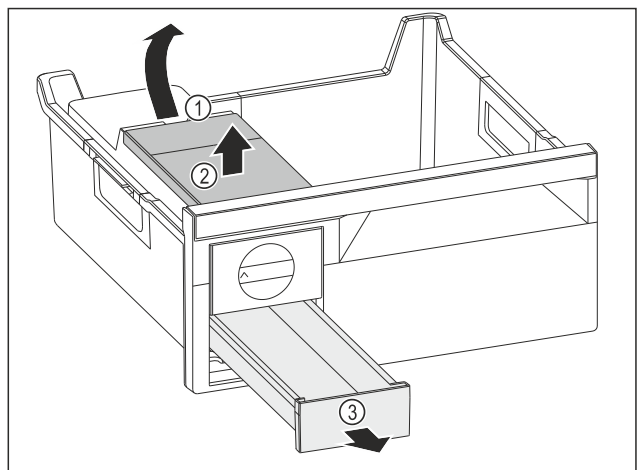

Fig. 195
- Heqja e depozitës së ujit: Ngrini lart depozitën e ujit duke e kapur nga foleja Fig. 195 (1).
- Hiqni depozitën e ujit Fig. 195 (2) për nga lart.
- Hiqni sirtarin e kubave të akullit Fig. 195 (3) nga përpara.